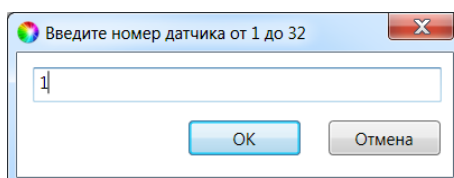

Рис. 6.17. Ввод номера радиоизвещателя
2. В открывшемся окне укажите номер извещателя (от 1 до 32) из числа еще не занятых и нажмите кнопку *OK* (рис. 6.17).